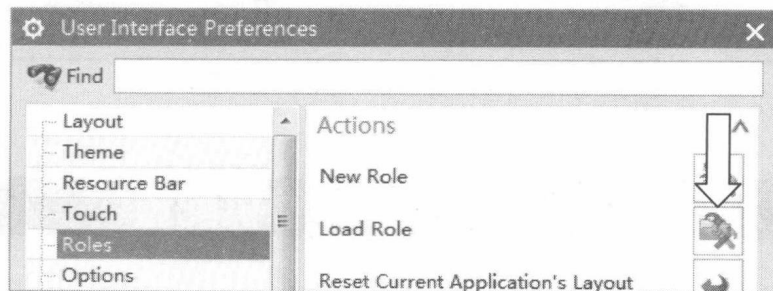

图0-6 加载界面文件
(2) 读者也可以通过加载training文件夹中的NXmyrole.mtx界面文件，将NX界面设置为经典模式。加载此文件的方法为：选择【首选项】→【User Interface（用户界面）】，随后在User Interface Preferences（用户界面首选项）对话框中，选择Roles（角色）选项，单击Load Role（加载角色）按钮，浏览并选择NX10myrole.mtx角色文件后即可，参见图0-6。